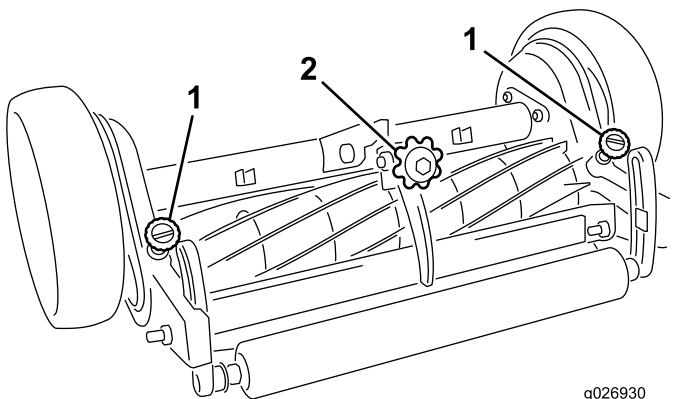

Figura 4
2. Desengate os manípulos descartáveis do cilindro (Figura 4). Rode cuidadosamente o cilindro para trás para garantir a liberdade de movimento.
3. Enquanto rodar o cilindro para trás, rode o manípulo de ajuste da lâmina no sentido contrário ao dos ponteiros do relógio (Figura 4) até que a lâmina deixe de tocar nas lâminas do cilindro.
4. Enquanto rodar o cilindro para trás, rode o manípulo de ajuste no sentido dos ponteiros do relógio (Figura 4), um clique de cada vez, até dar conta de um ligeiro contacto entre a lâmina e o cilindro ou ouvir um murmurio como som de corte.
6. No início do dia de corte, quando os cilindros estão frios, acione os manípulos descartáveis do cilindro (Figura 4). Utilize as unidades de corte durante 15 a 20 minutos para que a lâmina e o cilindro atinjam a temperatura normal de funcionamento; depois pare. A seguir, solte os manípulos descartáveis do cilindro e rode o cilindro para trás. Deve ser emitido um murmurio, não um clique, e isto é sinal de um ajuste correto. Se não for ouvido um murmurio, a lâmina e o cilindro têm de ser reajustados; consulte os passos 3 a 5. Por oposição, quando os cilindros estão quentes após a utilização, recorra apenas aos passos 1 a 5 para manter um ligeiro contacto entre a lâmina e o cilindro.